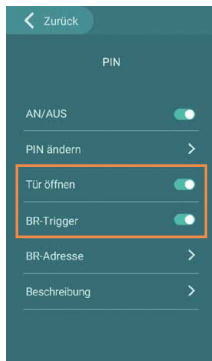

Abb. 11
- ▶ Aktivieren Sie die beiden Funktionen **Tür öffnen** und **BR-Trigger** (Abb. 11), um z.B. den Türöffner zu betätigen und gleichzeitig das Treppenhauslicht einzuschalten. (Weitere Informationen finden Sie hierzu in der Produktbeschreibung VILLA BR.)